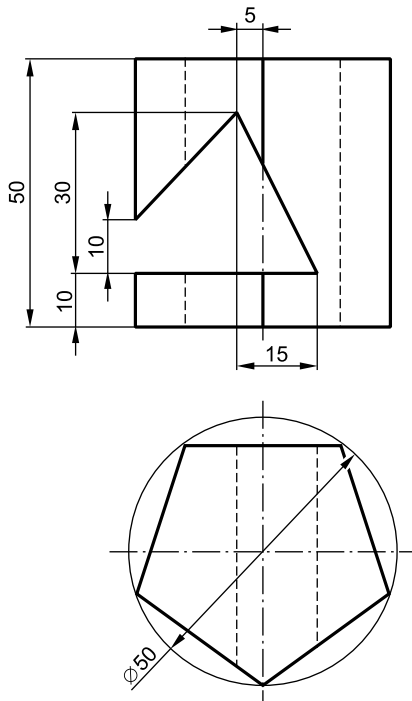

Рис. 23
2.25. Построить профильную проекцию призмы, показанной на рис. 23.